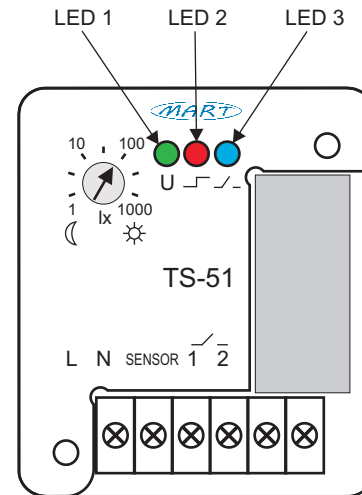

Abb. 2: Frontansichten des TS-51. Anordnung der LED-Lampen auf der Frontplatte.
4. Versorgungsspannung einschalten - LED 1 leuchtet (Abb. 2)
Bei Überschreiten des am Drehknopf eingestellten Pegels leuchtet LED 2 (Abb. 2, unverzüglich) und nach ca. 30 Sekunden wird das Betriebsrelais aktiviert, was durch LED 3 angezeigt wird.